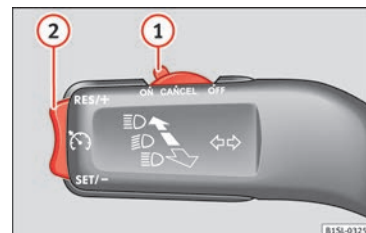

Fig. 34 Conmutador y mandos de manejo del GRA.
- Conectar el GRA: desplace el conmutador » fig. 34 ① hasta **ON**. El sistema está encendido. El sistema no regula al no haber programado ninguna velocidad.
- Activar el GRA: pulse el botón » fig. 34 ② en la zona **SET/-**. La velocidad actual se memoriza y regula.
- Desconectar el GRA temporalmente: desplace el conmutador » fig. 34 ① hasta **CANCEL** o pise el freno. La regulación se desconecta temporalmente.
- Conectar el GRA de nuevo: pulse el botón » fig. 34 ② en **RES/+**. La velocidad memorizada se guarda y regula otra vez.
- Aumentar velocidad programada durante regulación de GRA: pulse botón ② en **RES/+**. El vehículo acelera hasta la nueva velocidad guardada.
- Reducir velocidad programada durante regulación de GRA: pulse botón ② en **SET/-** para reducir 1 km/h (1 mph). La velocidad se reduce hasta alcanzar la nueva velocidad memorizada.
- Desconectar el GRA: desplace el conmutador » fig. 34 ① a **OFF**. Se desconecta el sistema y la velocidad memorizada se borra.